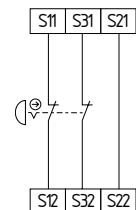

Fig. 10
**Circuito per arresto di emergenza a due canali con dispositivi di comando secondo EN ISO 13850 e EN 60947-5-5 (Fig. 10)**